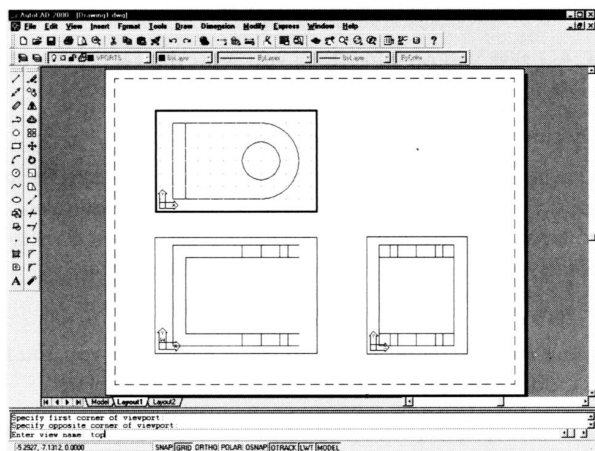

图37-21 俯视图
10) AutoCAD重复SolView命令的选项(见图37-21), 让我们再来创建俯视图。